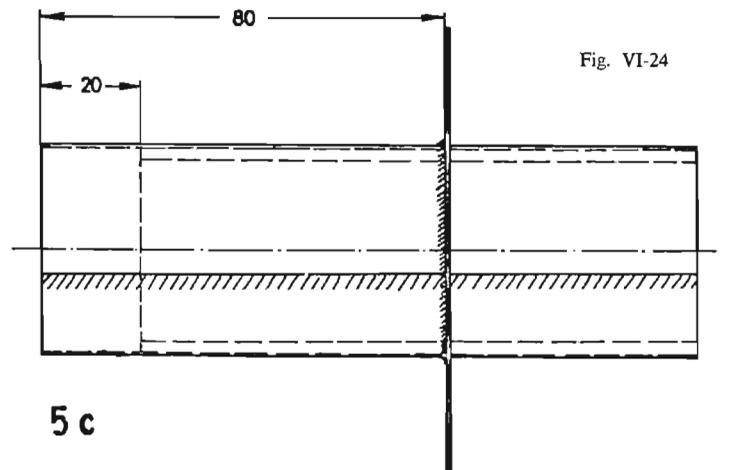
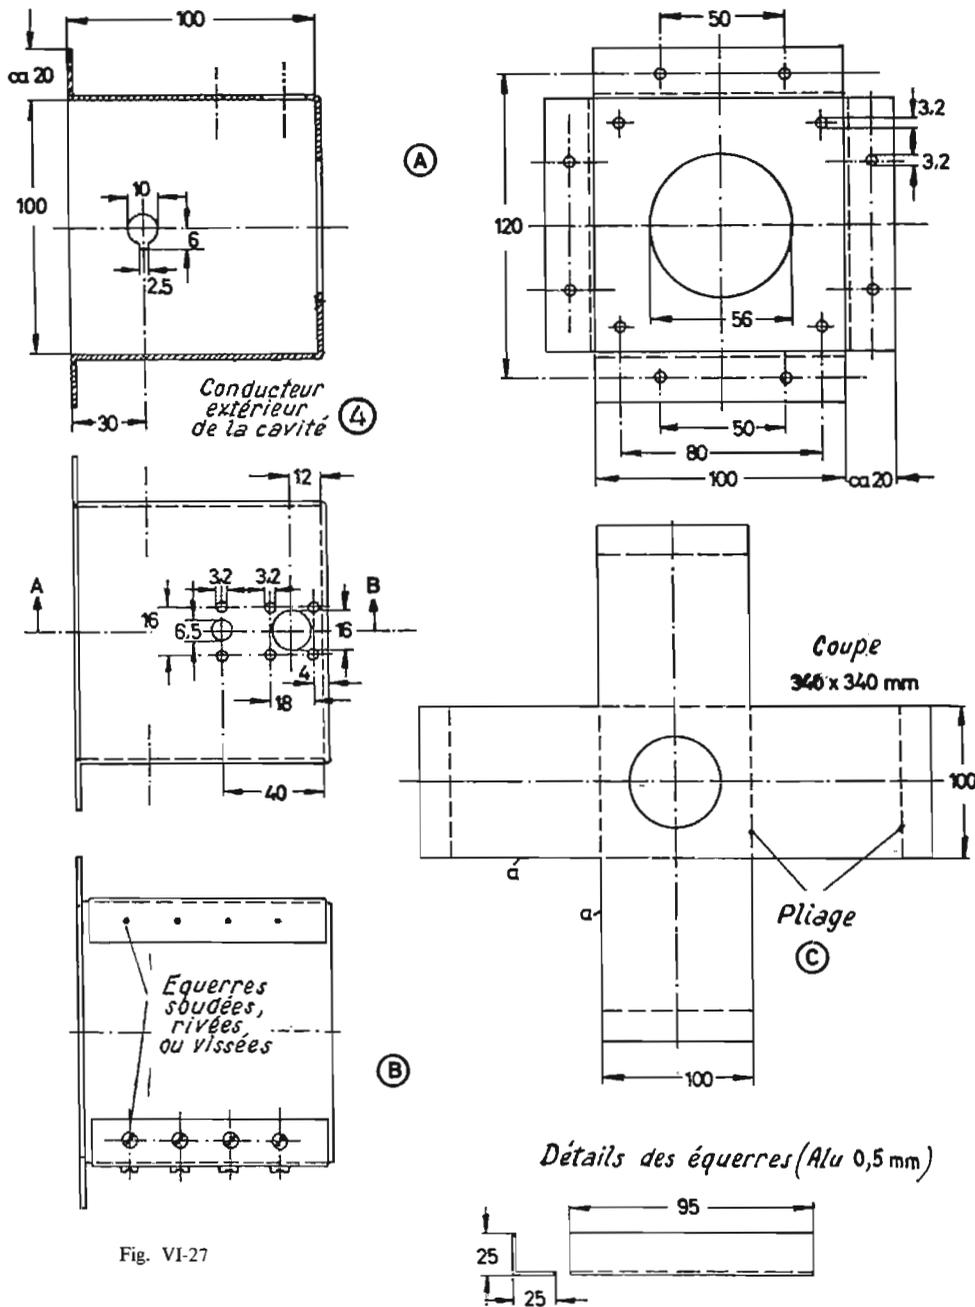

Fig. VI-24
Fig. VI-27
d'épaisseur. Enfin le conducteur central sera mis en place après assemblage (5), (Fig. VI-24). Il est constitué par une feuille de cuivre dur de 1/10 mm d'épaisseur et de 130 x 300, roulée sur un mandrin de 41,5 mm et soudée, bord à bord. La rondelle 5 b de la même figure y est soudée à 80 mm de la base et centrée soigneusement. Il reste alors à empiler successivement les deux rondelles de mica (7) et la contre-plaque (102 x 102 x 3) (6) (Fig. VI-26) et à fixer le tout par 4 vis de 3 mm qu'on ne bloquera qu'ultérieurement, lorsque tout aura été mis en place et convenablement centré. La figure VI-27 A-B-C représente les détails de découplage, de pliage et d'assemblage des éléments extérieurs de la cavité.